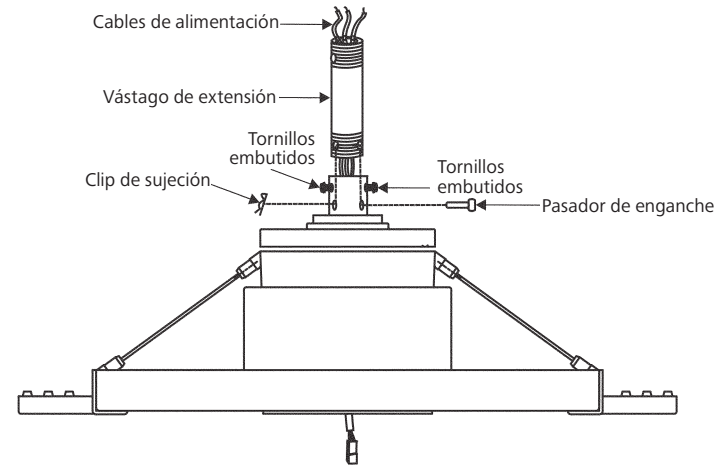

Fig. 9
**Paso 6.** Afloje los dos tornillos y retire el pasador de enganche y el clip de sujeción del acoplamiento en la parte superior del ensamblaje del motor. (Fig. 9)
Luego, vuelva a colocar el pasador de enganche y el clip de sujeción. Ajuste ambos tornillos embutidos. (Fig. 9)